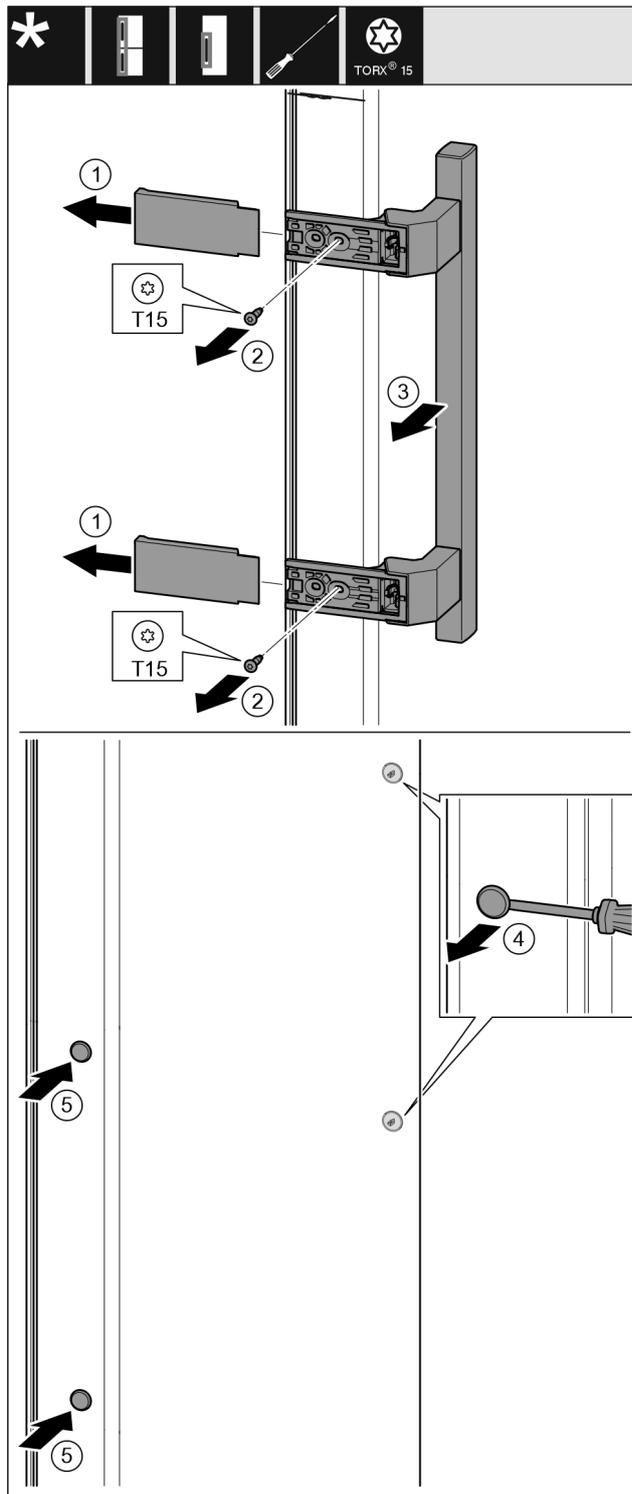

Fig. 28
- Skinite pokrov. Fig. 28 (1)
- Odvijačem T15 odvijte vijke. Fig. 28 (2)
- Skinite ručicu. Fig. 28 (3)
- Ravnim odvijačem oprezno podignite bočni čep i izvucite ga. Fig. 28 (4)
- Ponovo umetnite čep na drugoj strani. Fig. 28 (5)